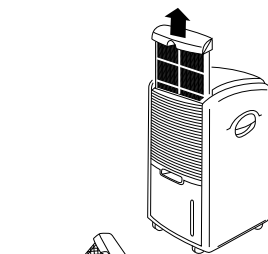
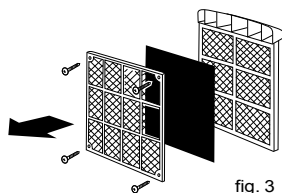

fig. 1
fig. 3
- Вийміть тримач фільтра і фільтр з активованим вугіллям. (рис. 1 і рис. 3)